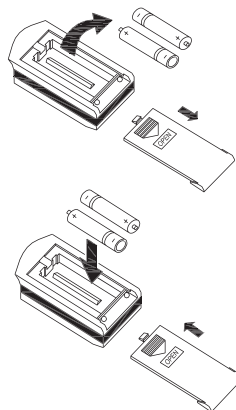

рис.5.5
- Для извлечения батареек, при замене, необходимо сдвинуть крышку пульта управления в направлении стрелки (см. рисунок 5.5) извлечь батарейки и установить новые.